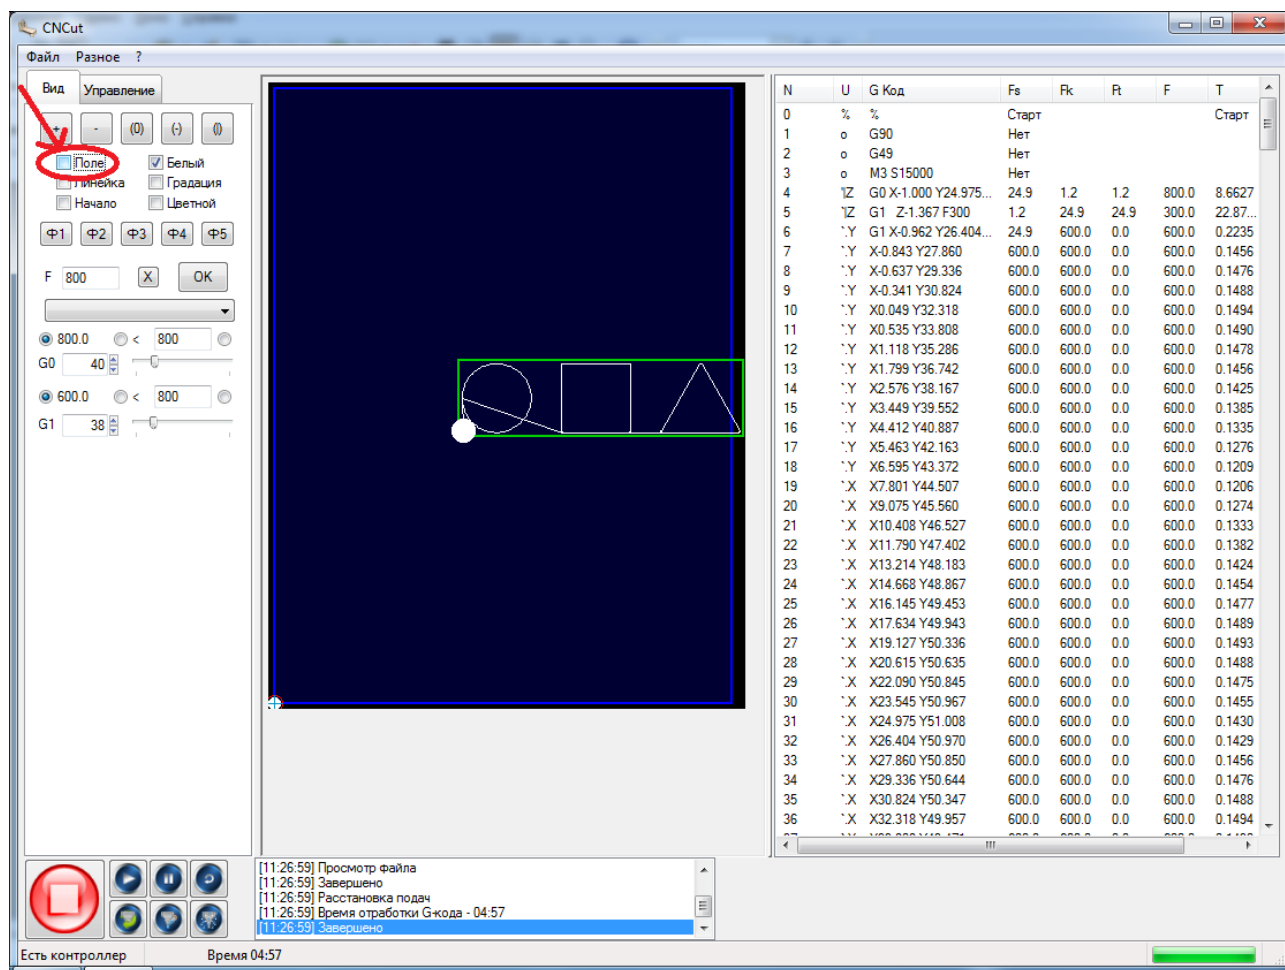

Рисунок 52. Отключение поля станка
54. Чтобы рассмотреть только УП, отключите поле станка (уберите галочку поле), рисунок 52